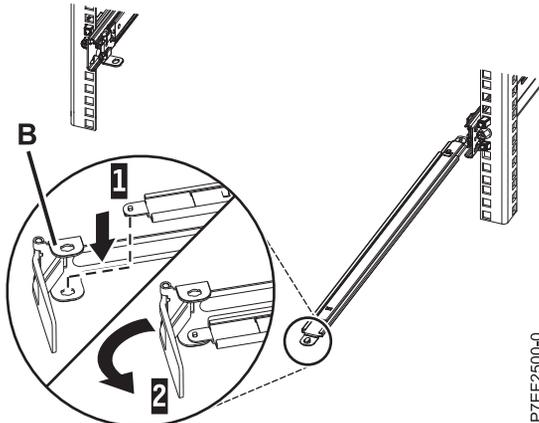

Figura 10. Fijación de la pieza de sujeción de tope de portacables al brazo de soporte
3. Localice el orificio de la esquina inferior interna de la pieza de sujeción de tope de portacables en forma de L (B). Coloque el extremo que queda libre del brazo de soporte de modo que la lengüeta de bloqueo de la parte inferior de la punta quede alineada con el orificio de la abrazadera. Inserte la pestaña en el orificio (1) y haga girar la abrazadera (2) para fijarla al brazo de soporte. Para obtener detalles, consulte la Figura 10.